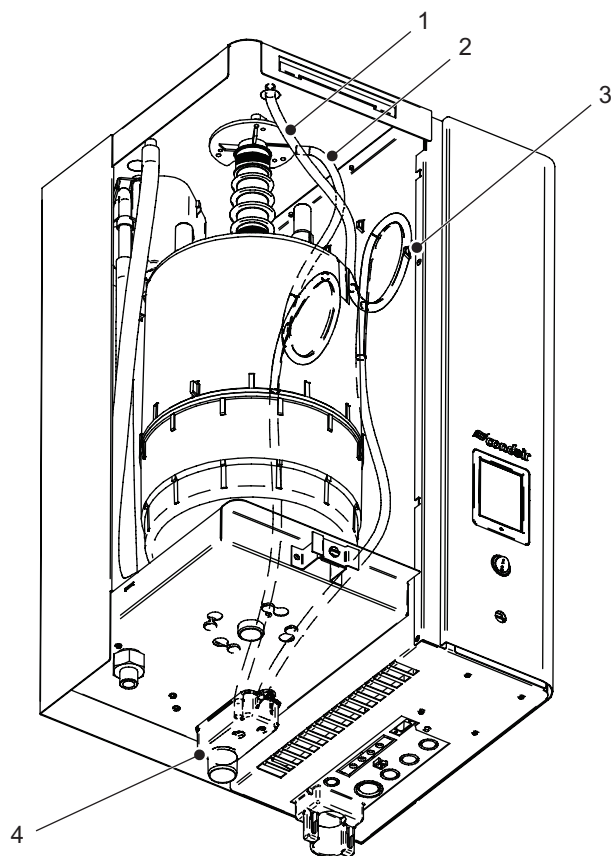

Figure 21 : Raccords de tuyaux de condensat sur l'humidificateur
- a. Raccorder le tuyau de condensat $\varnothing 8/12$ mm de diamètre (fourni) au point de raccord prévu à cet effet sur le collecteur de vidange de l'humidificateur. Fixer le tuyau de condensat avec le collier à ressort (fourni). Consulter la Figure 21.